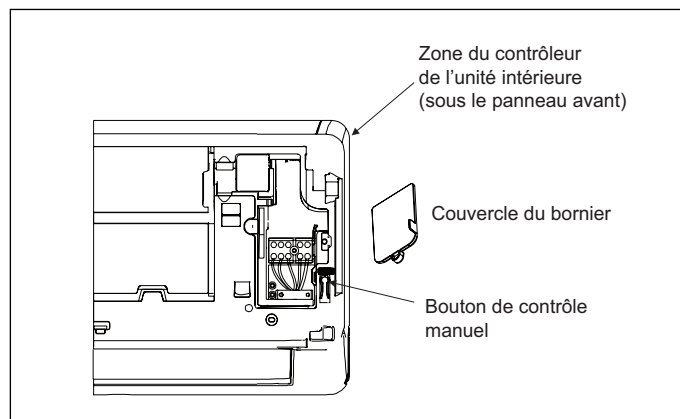

Figure 33. Bouton de contrôle manuel
2. Le bouton MANUAL CONTROL (contrôle manuel) se trouve du côté droit de l'unité. Appuyer deux fois sur ce bouton pour sélectionner la fonction CLIMATISATION. Voir la « Figure 33. Bouton de contrôle manuel ».